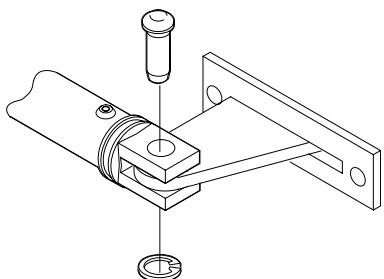

Fig. 6
- 7) Montare l'attacco anteriore sullo stelo come da fig. 6.